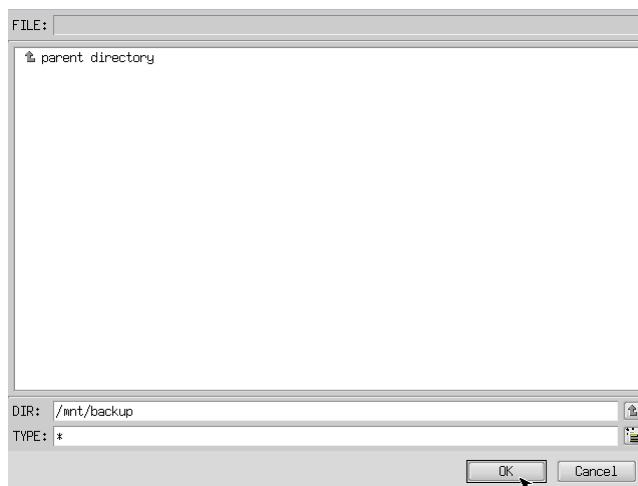

図6-3-4. フォルダ参照画面
- ⑧ フォルダ参照画面（図6-3-4）が表示されます。②で接続したパーティションは、/mntにマウントされま